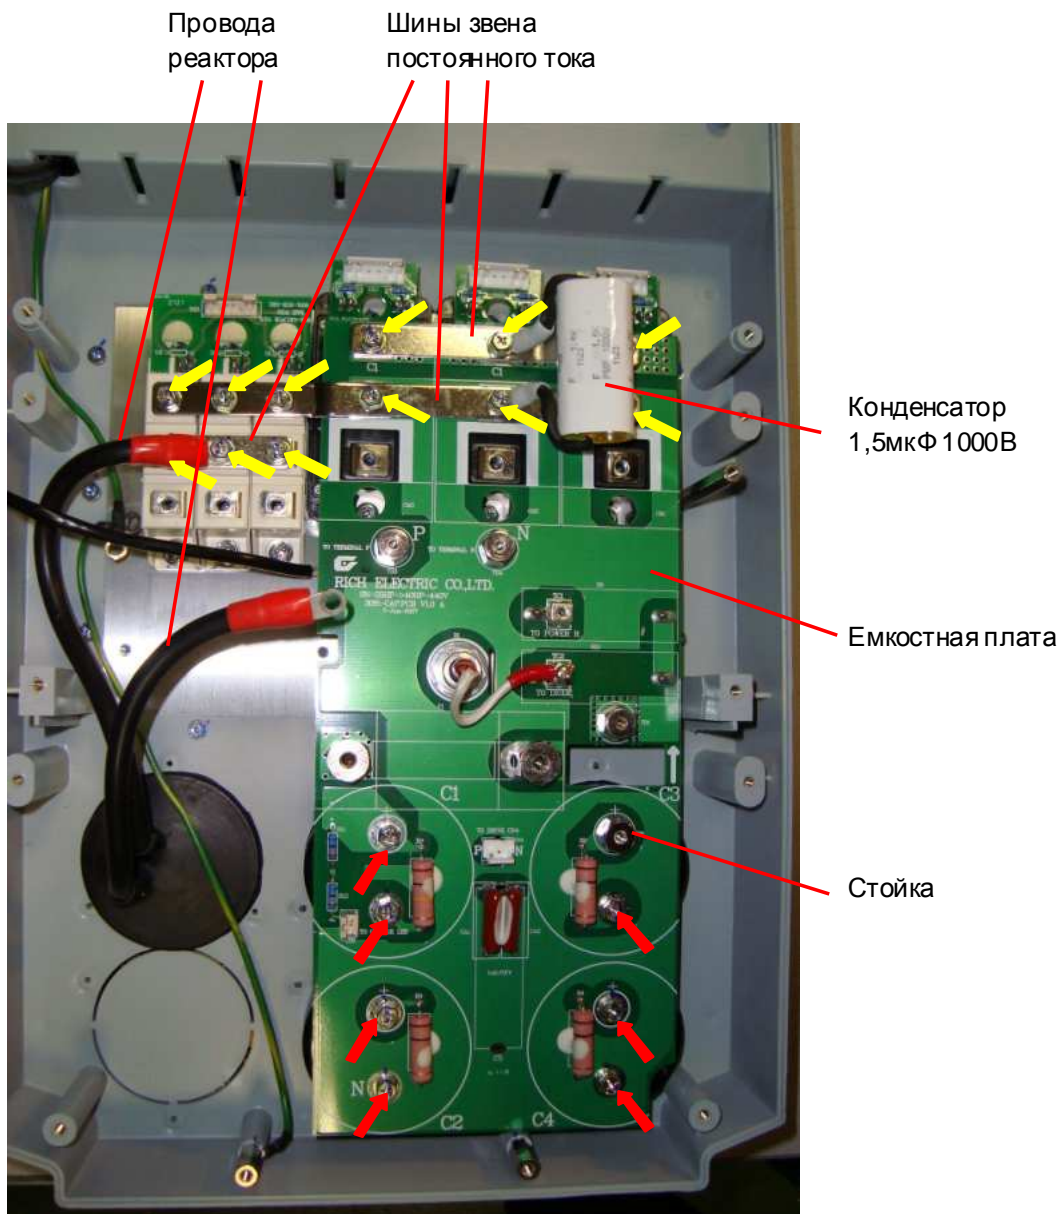

Рис. 7.10
7.6.1. Расположить емкостную плату как показано на рис. 7.10.
7.6.2. Вкрутить (без затяжки) семь винтов (рис. 7.10, красные стрелки) и одну стойку.
7.6.3. Расположить шины звена постоянного тока как показано на рис. 7.10.
7.6.4. Вкрутить (без затяжки) двенадцать винтов, подключив предварительно провод реактора постоянного тока и конденсатор 1,5 мкФ 1000В, как показано на рис. 7.10.